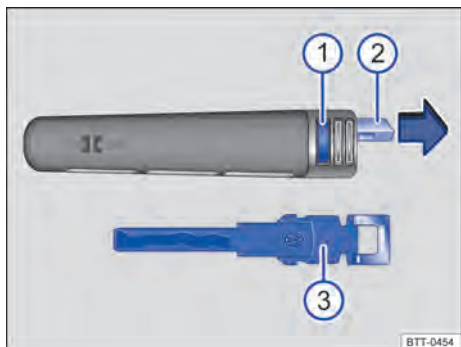

Fig. 24 Chave do veículo: pressionar o botão ① e retirar a chave de emergência ③ do alhamento ②.
Na chave do veículo se encontra uma chave de emergência $\Rightarrow$ Fig. 24 ③ para destravamento e travamento manual.
Na chave do veículo $\Rightarrow$ Fig. 24: